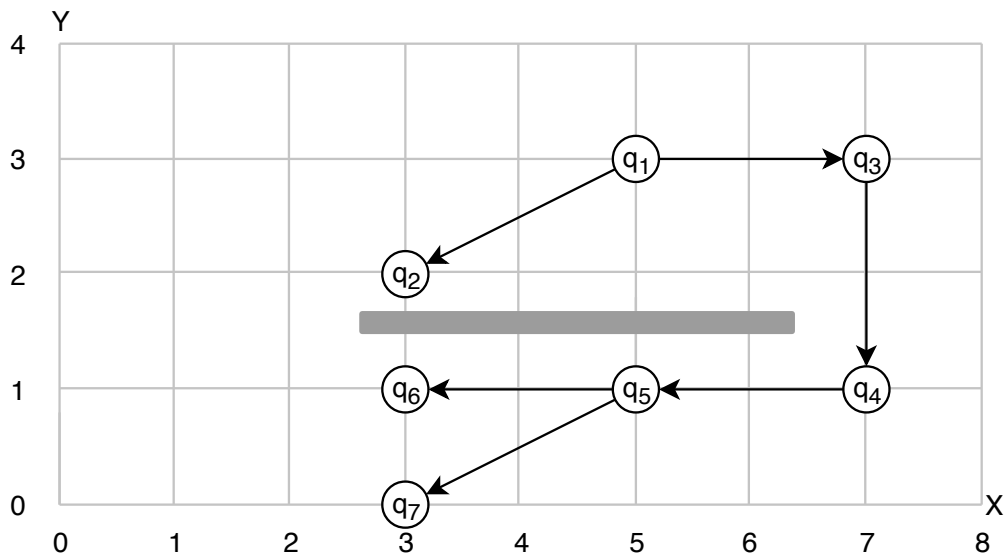

Abbildung 3: RRT*-Baum
Gegeben Sei der RRT*-Baum in Abbildung 3, bestehend aus sieben Knoten $q_1 - q_7$ mit dem Startknoten $q_{Start} = q_1$. Die Kanten werden über Pfeile vom Elternknoten zum Kindknoten dargestellt. Es wurden bereits sieben RRT*-Schritte durchgeführt. Der RRT*-Algorithmus verwendet die Schrittweite $d = 2$, den Rewiring-Radius $r = 3$ und die euklidische Distanz als Kostenmetrik $Cost(q_a, q_b) = \|q_a - q_b\|$.
- (c) Zeichnen Sie den RRT*-Baum nach dem Rewiring-Schritt. Verwenden Sie Pfeile als Kanten, die vom Elternknoten auf die Kindknoten zeigen (wie in in Abbildung 3). 3 P.